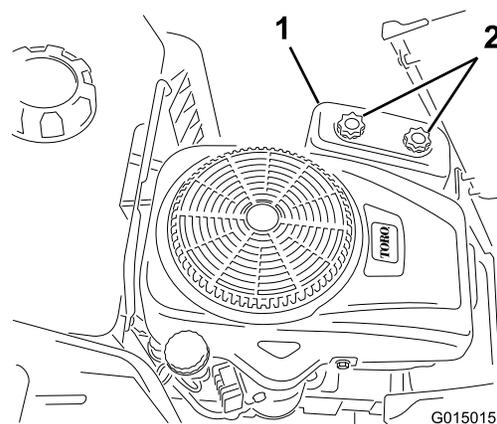

Bild 20
5. Schrauben Sie die zwei Handräder ab, um die Luftfilterabdeckung zu entfernen (Bild 20).